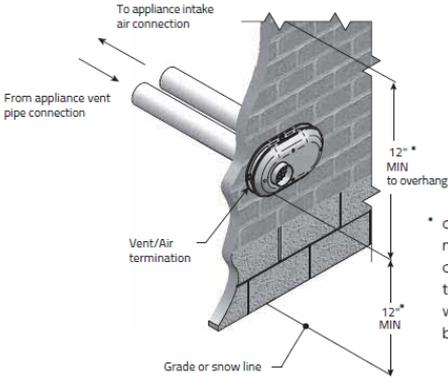

Fig. 9
Lors de la localisation de la pénétration de l'évent et du tuyau d'air, assurez-vous que la borne est correctement orientée comme le montre la figure 10 et veillez à ce qu'elle respecte les exigences minimales de dégagement comme le montre la figure 9. Pour les bornes d'évent multiples, assurez-vous qu'un espace minimum de 30 cm (12 po) est maintenu entre le bord de l'entrée d'air et la sortie d'évent adjacente et que tous les tuyaux d'évent et les entrées d'air se terminent à la même hauteur pour éviter la recirculation des gaz de combustion et la possibilité de causer des blessures corporelles graves, la mort ou des dommages matériels importants (voir figure 12).
2. Faites glisser le tuyau d'entrée et de ventilation à travers les trous. Soudez au solvant les deux tuyaux à la base de l'ensemble de bornes de l'évent (voir figure 9).